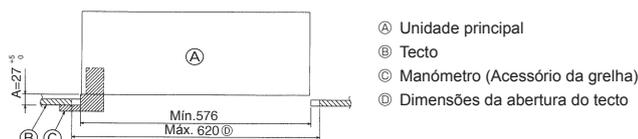

Fig. 2-6
3. Se a unidade principal não puder ser alinhada contra o orifício de montagem no tecto, é possível ajustar este orifício com a fenda existente na placa de montagem. (Fig. 2-6)